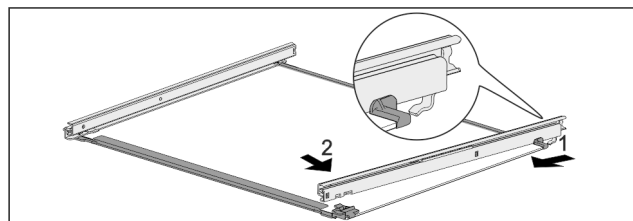

Fig. 45 Ripiano in vetro con guide
- Agganciare la guida sul lato posteriore. Fig. 45 (1)
- Innestare la guida sul lato anteriore. Fig. 45 (2)